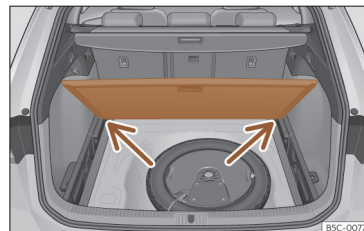

**Fig. 188** Piso variável da bagageira: posição inclinada.
- Apoie o piso sobre os alojamentos previstos para o efeito >>> **Fig. 188** (setas).